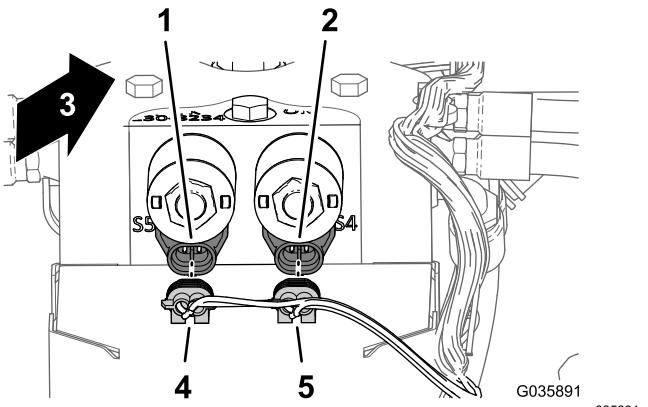

図 27
2. 昇降シリンダ用マニホールドの後部で、ソニックブーム用のワイヤハーネスのコネクタ 2 個を、ソニックの制御用ソレノイドに、図 27 のように接続する。